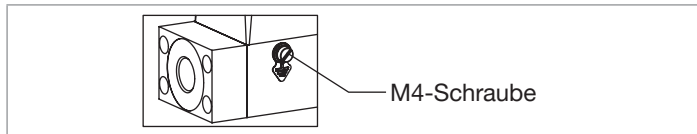

Abb. 20: Position der M4-Schraube für den Anschluss des Funktionserdungskabels
- Mit einem Schlitzschraubendreher der Größe 6,5 mm die M4-Schraube lösen. Siehe Abb. 20.